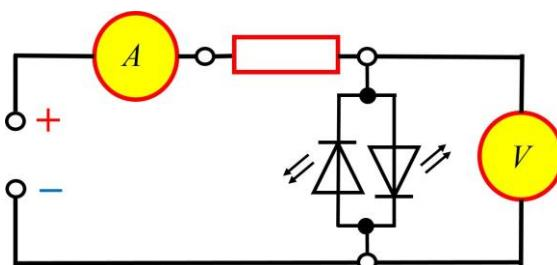
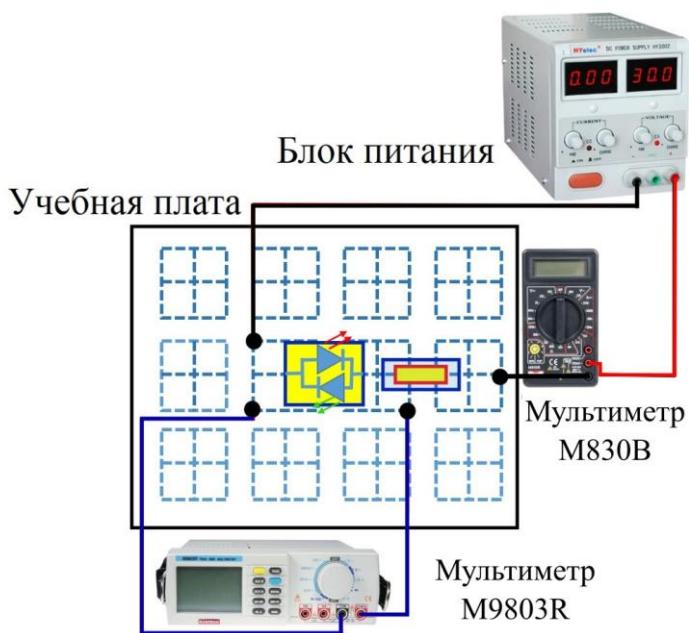

Рис. 3.12. Схема для измерения вольтамперной характеристики светодиода.
Рис. 3.13. Блок-схема соединения элементов схемы для выполнения упражнения 3.
В данном упражнении измеряется *BAX* полупроводникового *p-n* перехода в светодиоде на постоянном токе. Чтобы не работать на обратной ветви *BAX* и избежать пробоя светодиода, используются два светодиода, подключенных параллельно, навстречу друг другу. В этом случае проводятся измерения только положительной ветви *BAX* двух светодиодов (рис. 3.12).
1. Соберите схему для измерения ВАХ (рис. 3.12). Блок схема соединения элементов представлена на рис. 3.13. Дополнительный резистор **R = 6,8 кОм**, включенный последовательно со светодиодами, необходим для ограничения максимальной силы тока, что позволяет подавать на схему любое напряжение от -15 до +15 В. При непосредственном подключении светодиода к источнику тока он может сгореть. Наличие такого ограничительного сопротивления, как правило, обязательно при включении в цепь любых нелинейных элементов. В качестве амперметра используется мультиметр **M830B**. Установите его в режим измерения постоянного тока с начальным пределом измерения **200 мА**. Впоследствии можно будет перейти на более чувствительный предел измерения.